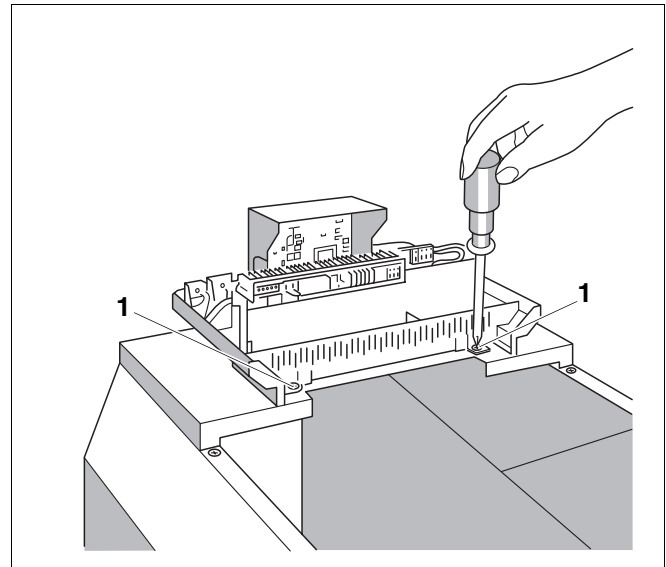

Fig. 15 Înșurubați sistemul de reglare Logamatic 2000
- Prindeți sistemul de reglare la dreapta și la stînga cu două șuruburi (Fig. 15, **Poz. 1**) pe capacul din față al cazanului (Fig. 15).